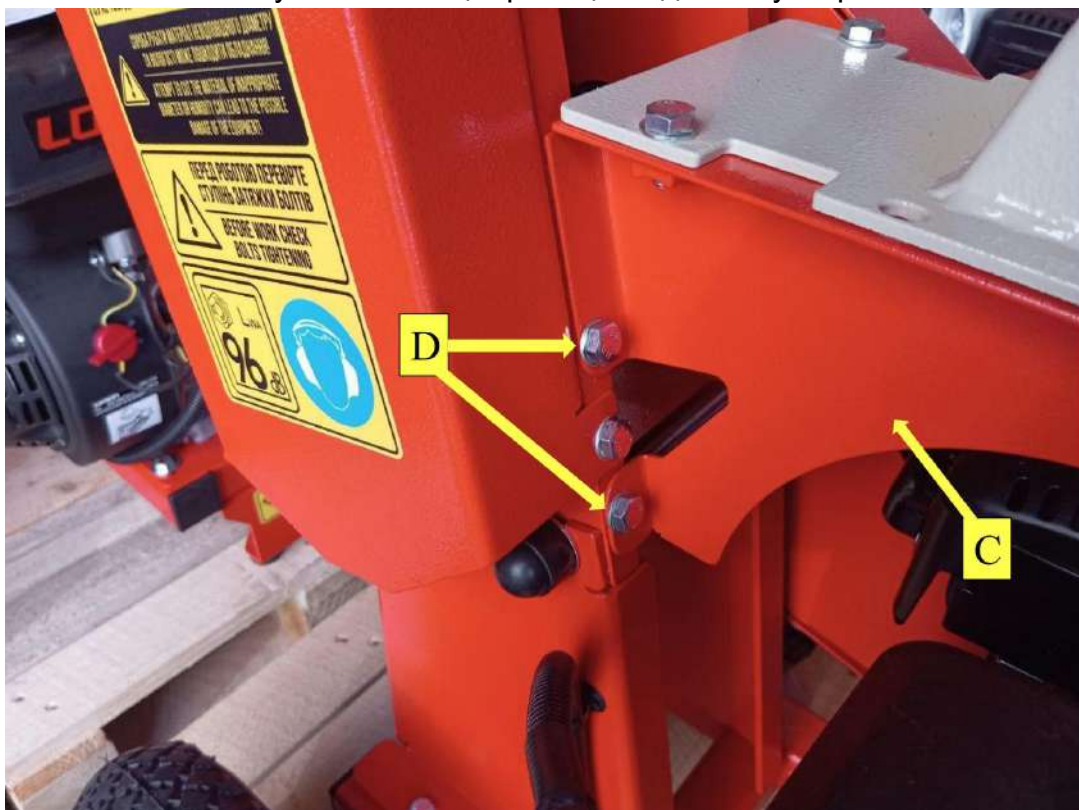

Рисунок 14. Місце фіксації транспортного кронштейна
- Від'єднайте транспортний кронштейн (C) відкрутивши болт М8 (D), рис. 14 ;